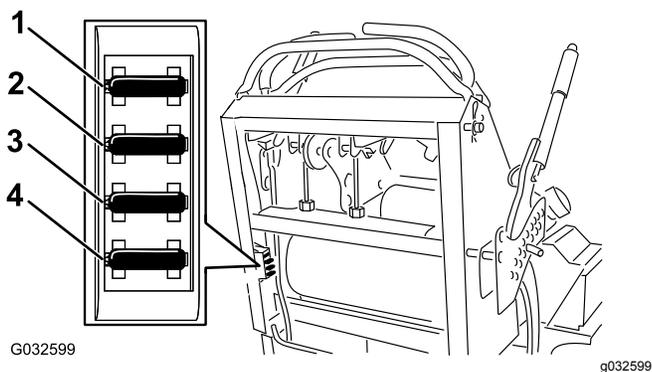

Рисунок 51
4. Выньте предохранитель и замените его (Рисунок 51).